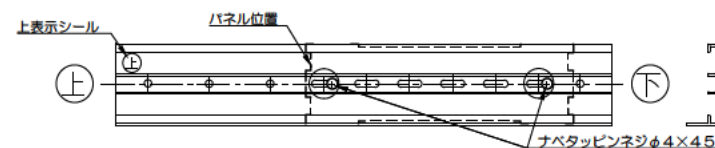

図6. 付子とパネルの固定(800&lt;目かくしh≤1200の場合)
- (1) パネルの四隅と付子の長穴をφ4×45のナベタッピンネジで固定してください(図6)
付子とパネルを固定する際、長穴に対してネジが下に来るよう取付を行ってください(図6)。